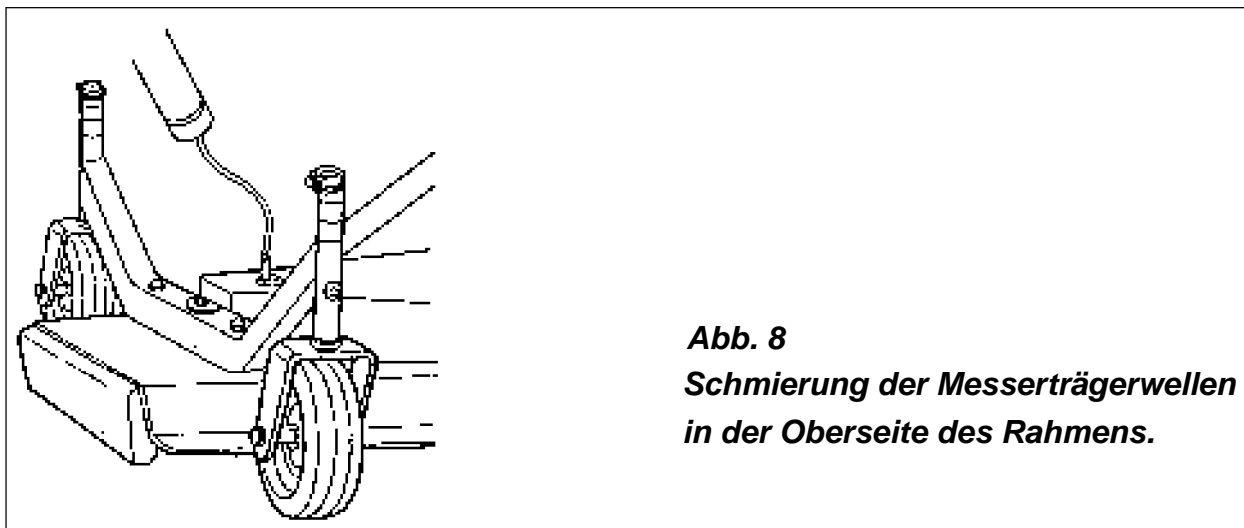

Abb. 8
1. Die drei Messerwellen (**siehe Abb. 8**) von der Oberseite des Rahmens aus mit einem Mehrzweckschmiermittel schmieren. Vorher die runden Abdeckungen aus schwarzen Kunststoff von den axialen Fettbüchsen abnehmen.